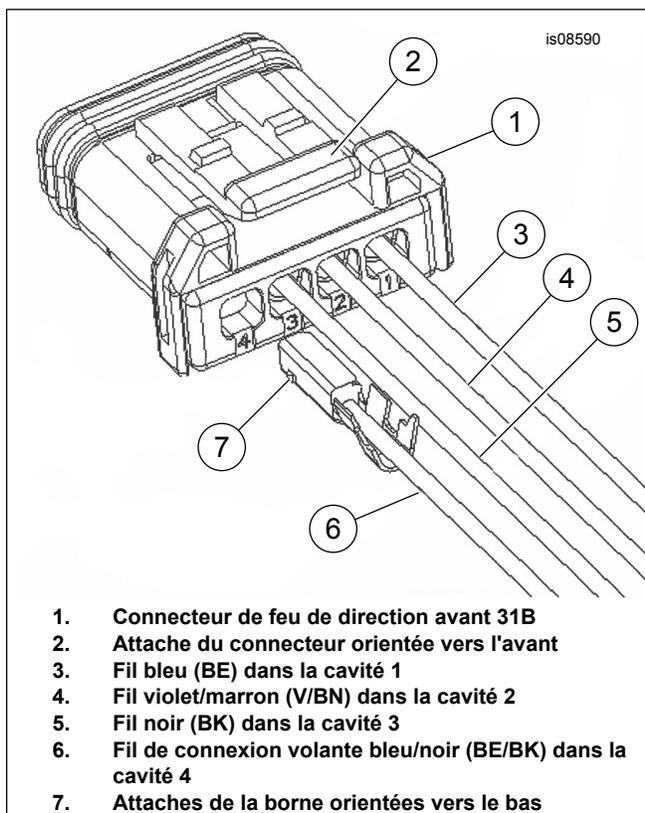

Figure 6. Insérer une borne de connexion volante dans la cavité 4
8. Voir Figure 6. Insérer un faisceau de fils de connexion volante du feu antibrouillard (6) du kit dans la cavité 4 du connecteur [31B]. Utiliser un connecteur bout à bout scellé pour attacher le fil du feu antibrouillard (R, rouge) au fil de connexion volante (BE/BK, bleu/noir).